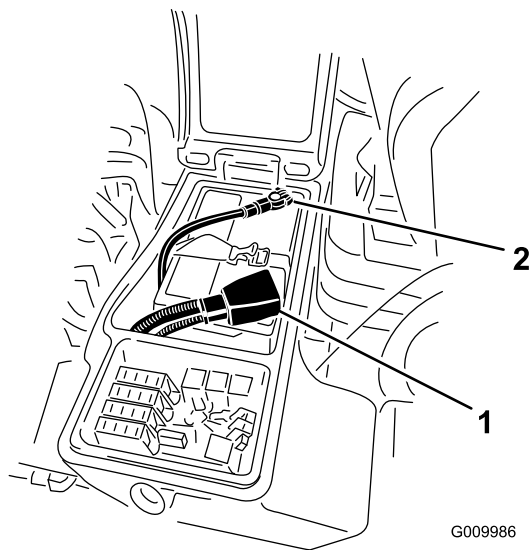

Рисунок 42
5. Подсоедините плюсовой кабель (красный) к плюсовой клемме (+), а минусовой кабель (черный) – к минусовой (–) клемме аккумуляторной батареи (Рисунок 42).